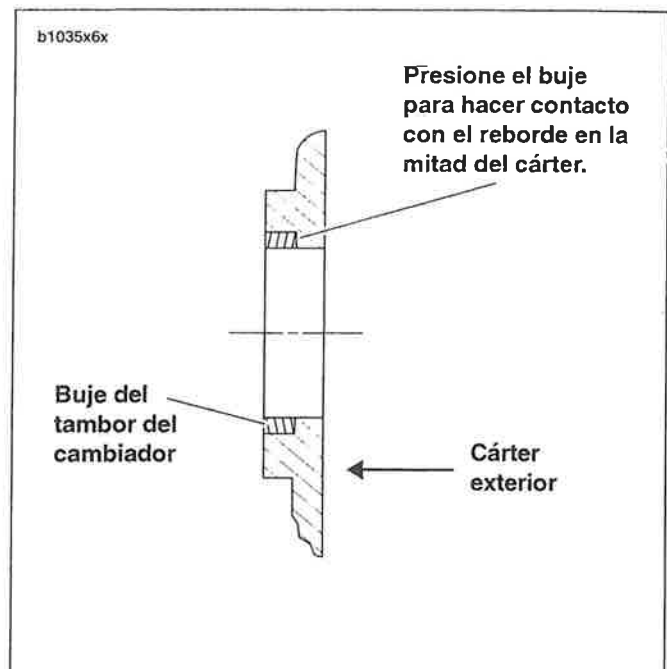

Figura 6-57. Conjunto del buje del tambor de cambios
2. Vea la Figura 6-57. Coloque el buje perpendicularmente sobre el diámetro interior. Usando una herramienta de prensa más grande que el diámetro del buje, presione el buje dentro del diámetro interior hasta que el buje haga contacto con el reborde en la mitad izquierda del cárter. Si se usa una herramienta de empuje más grande que el diámetro del buje, la herramienta de empuje asentará contra el cárter cuando el buje esté al mismo nivel que la superficie superior.